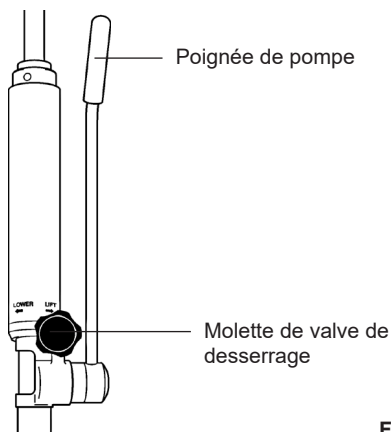

Fig. 10
6. Fermez la valve de desserrage de l'unité hydraulique (Fig. 10). Pour cela, tournez la molette noire dans le sens horaire jusqu'à ce qu'elle se ferme.
7. Pompez la poignée (Fig. 10) de l'unité hydraulique et vérifiez que l'action du vérin permet d'élever le bras.